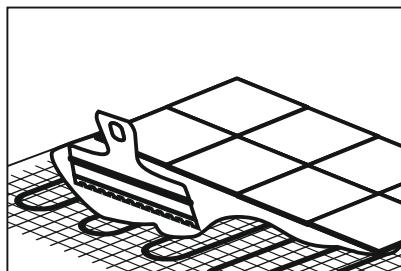

Рис. 7 – Проведения монтажа напольного покрытия
9. Сделать монтаж напольного покрытия согласно инструкции производителя (рис.7). Раствор для монтажа или плиточный клей должен быть толщиной 5-8 мм. Не допускается образование пузьрей и воздушных пустот. Все используемые компоненты и материалы должны выдерживать температуру до +80 °C.